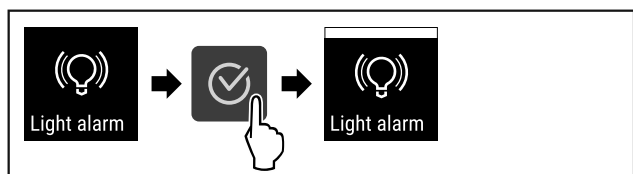

Fig. 119
- ▶ Vykonajte kroky akcie (pozri Fig. 119).